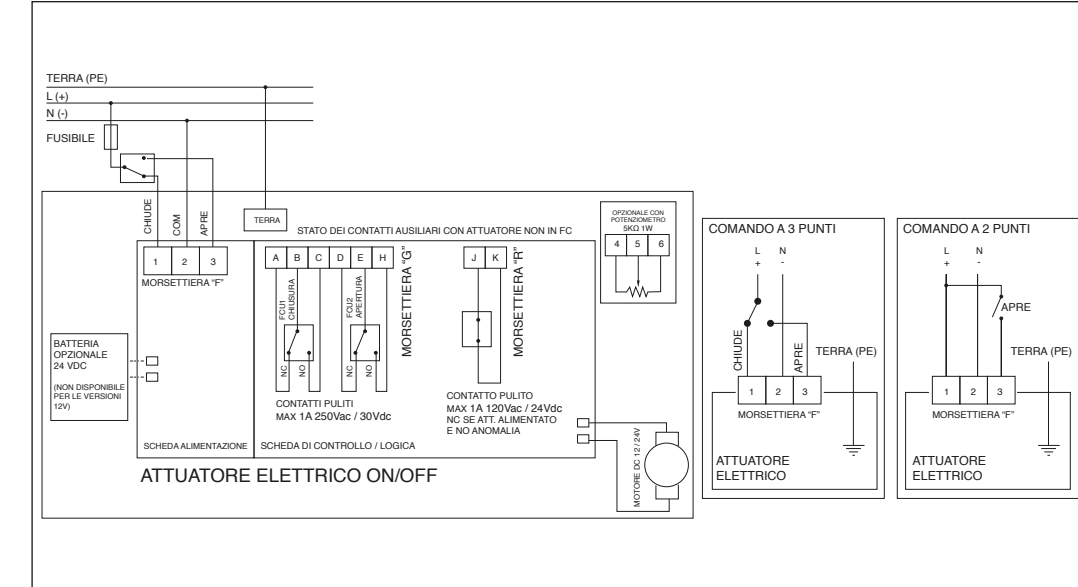

Fig.8
**10.0 Schema elettrico (Fig.8)**
Lo schema elettrico da seguire per il corretto cablaggio degli attuatori è riportato in Fig.8 ed è presente anche come etichetta all'interno della custodia. Oltre al cablaggio per il comando 3 punti è possibile cablare l'attuatore anche per il comando a 2 punti.